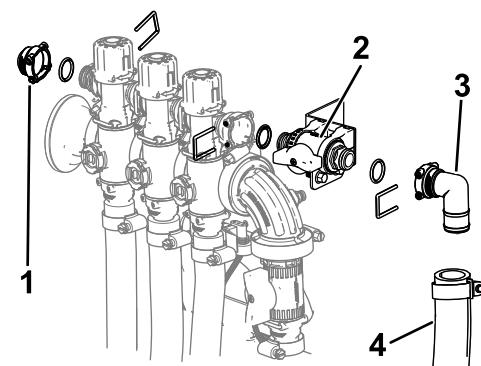

Figura 20
- Sujete la válvula de cierre a la válvula del brazo con la junta tórica y la horquilla de retención que se retiraron anteriormente (Figura 20).
- Instale el tapón ($\frac{1}{2}$ "), las juntas tóricas, el acoplamiento y la manguera en la válvula de cierre usando las horquillas de retención que se retiraron anteriormente, como se muestra en la Figura 20.